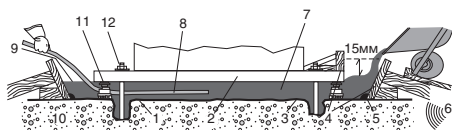

Рисунок 1: Схема применения MasterFlow 980 для высокоточной цементации оборудования.
рована и подперта для того, чтобы выдержать давление состава после заливки и выравнивания. Со стороны, откуда будет заливаться MasterFlow 980, следует предусмотреть зазор в 150 мм между опалубкой (см. рис. 1) и основанием станины оборудования. С боковых сторон следует предусмотреть зазор не менее 50 мм между опалубкой и боковыми сторонами станины.
4. В целях предотвращения вытекания состава опалубка должна быть изготовлена из прочного водонепроницаемого материала и надежно заанкерована и подперта, чтобы выдерживать давление состава после укладки. Со стороны, откуда будет заливаться MasterFlow 928 следует предусмотреть зазор в 150 мм между опалубкой (см. рис.1) и основанием станины оборудования. С боковых сторон следует предусмотреть зазор не менее 50 мм между опалубкой и боковыми сторонами станины.